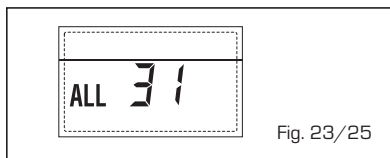

Fig. 23/25
- **ANOMALÍA CONFIGURACIÓN INSTALACIÓN TRES ZONAS "ALL 32"** (fig. 23/26)